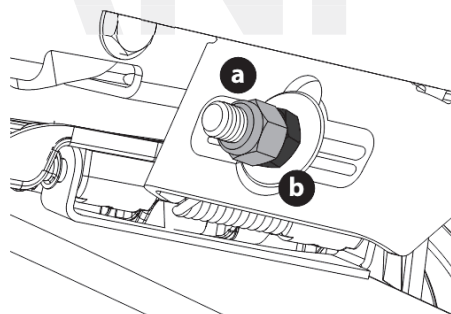

Рис. 28
5. Чтобы поднять переднюю часть режущей деки, снимите торцевую крышку, ослабьте наружную стопорную гайку (a), затем затяните (с резьбой внутрь) внутреннюю гайку (b) внутрь к кронштейну (рис. 28). После правильной регулировки снова затяните наружную стопорную гайку (a) с усилием 77 Н·м и установите на место торцевую крышку.
6. Чтобы опустить переднюю часть режущей деки, снимите торцевую крышку, ослабьте наружную стопорную гайку (a), затем ослабьте (резьбой наружу) внутреннюю гайку (b), наружу от кронштейна (рис. 28). Когда будет достигнута надлежащая регулировка, снова затяните наружную закрутите гайку (a) с усилием 77 Н·м и установите на место торцевую крышку.